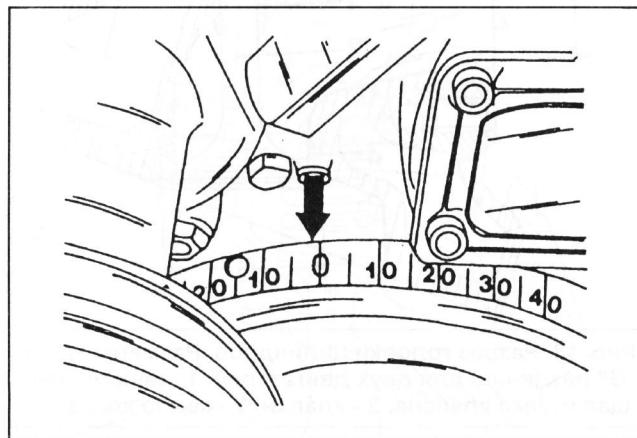

Рис. 13. Положение ВМТ в двигателе.
- ◆ Повернуть коленчатый вал двигателя до ВМТ в 1-м цилиндре. При этом метка на торцевой стороне поверхности блока цилиндров и нулевая отметка на шкиве должны совпасть как показано на рис. 13.